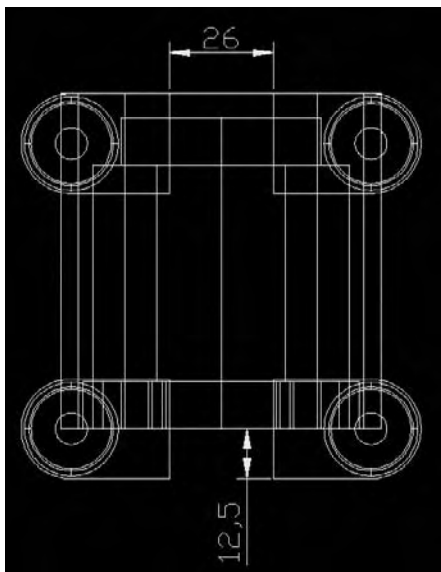
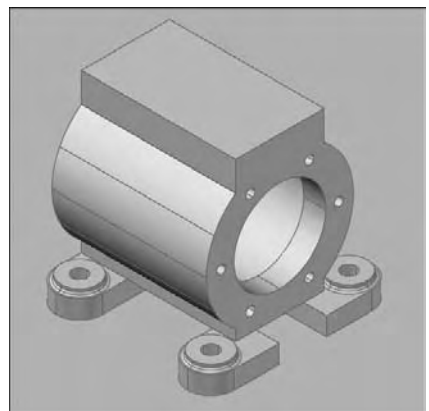

Fig.16.10
Fig.16.11
- 8] Placez les pieds sous la pompe selon la position illustrée à la figure 16.10 Utilisez les fonctions Copier (Copy) et Miroir (Mirror) pour placer les pieds (fig.16.11).